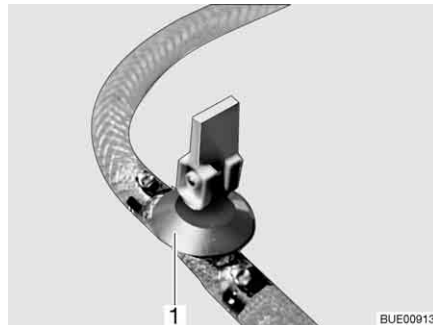
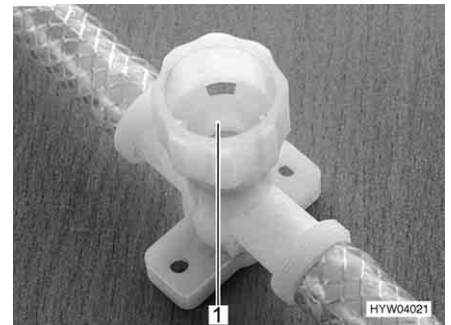

Bild 229 Avtappningskran (med vipparm)
Bild 230 Avtappningskran (med vred)
- Stäng alla avtappningskranar. Ställ för detta avtappningskranens vipparm (Bild 229,1) vågrätt eller vrid avtappningskranens kran (Bild 230,1) medurs.